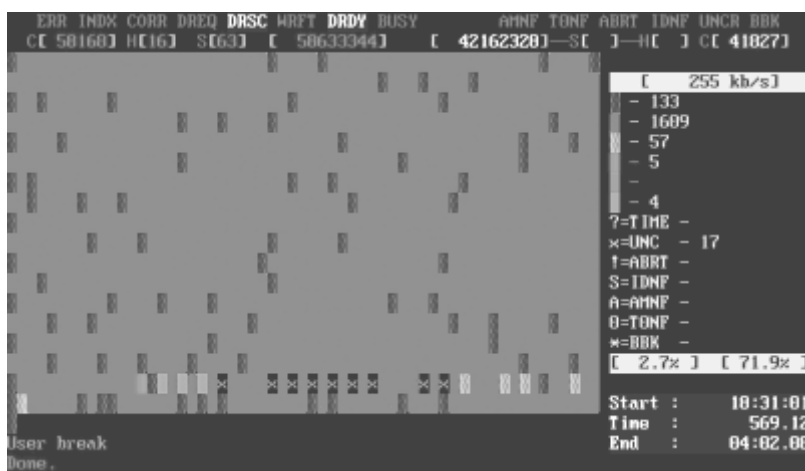

图 4-17 扫描发现错误
① 如果出现绿色和褐色方块（第三个和第四个方块），则代表此处读取异常，但还未产生坏道；
② 如果出现红色方块（第六个，即最后一个方块），则代表此处读取吃力，马上就要产生坏道；
③ 如果出现问号“？”以下的任何之一，则表示此处读取错误，有严重物理坏道。如图 4-17 所示的这块硬盘。